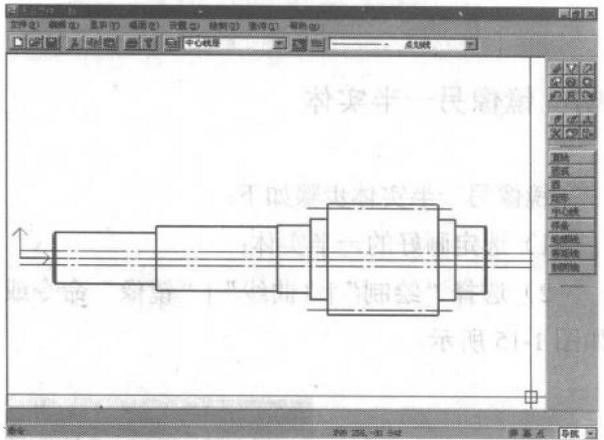

图 1-17 绘制键槽宽度线
其结果如图 1-17 所示。
- 1) 选择对象：（选择图 1-17 中最左端垂直线）；